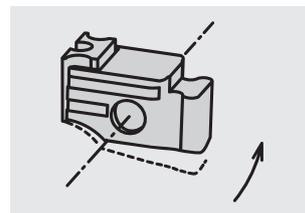

Fig. 9
**Indications:** La position statique est obtenue lorsque la partie femelle montée sur la partie mâle forme un angle perpendiculaire avec celle-ci (Fig. 9).